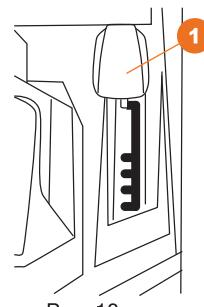

Рис. 10
Регулировка глубины обработки осуществляется с помощью рычага регулировки глубины ①, который имеет 5 позиций (Рис. 10):